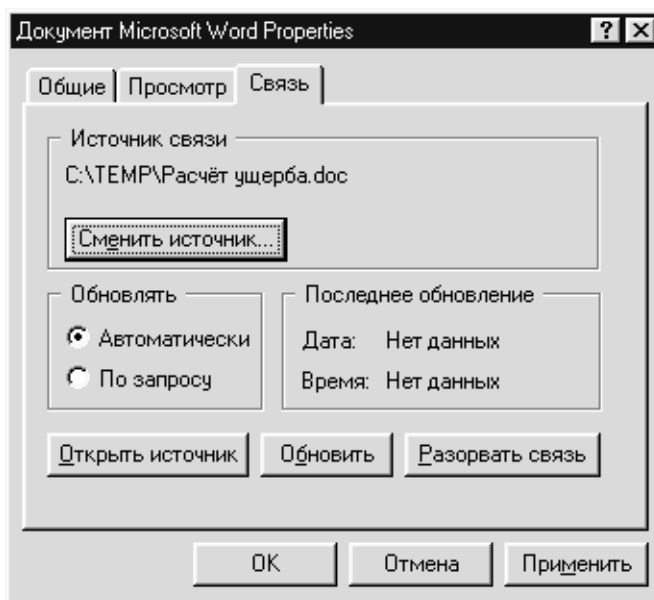

Рис. 91. Диалоговое окно свойств OLE-объекта
- ✧ Откроется диалоговое окно со свойствами текущего OLE-объекта (рис. 91).
- ✧ Командой Правка⇒Свойства... вызовите диалоговое окно со свойствами текущего OLE-объекта (рис. 91).
Для связанных OLE-объектов окно со свойствами имеет дополнительную вкладку “Связь” (рис. 91 на стр. 105). Кнопки, расположенные на странице “Связь” позволяют сменить файл, с которым связан текущий OLE-объект, изменить режим обновления объекта, начать редактирование связанного объекта и обновить содержимое объекта в соответствии с данными, хранящимися в связанном файле.